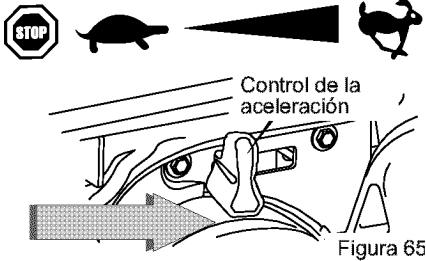

Figura 65
- Mueva el control de aceleración a la posición RAPIDO. Opere el motor con el control de aceleración en la posición "RÁPIDO" (vea la Figura 65).